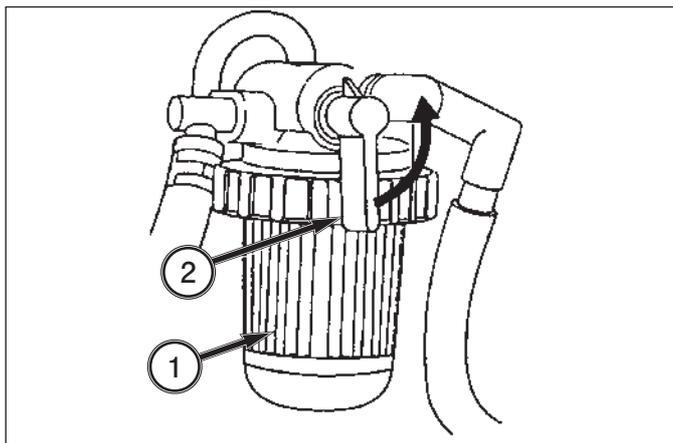

FIG. 6-22
**FIG. 6-22:** Le filtre à carburant, 1, est situé du côté droit du moteur et sert à éviter que les impuretés du carburant atteignent la pompe d'injection. Le filtre à carburant comprend un robinet, 2, pour faciliter l'entretien du filtre et purger l'air du système d'alimentation.